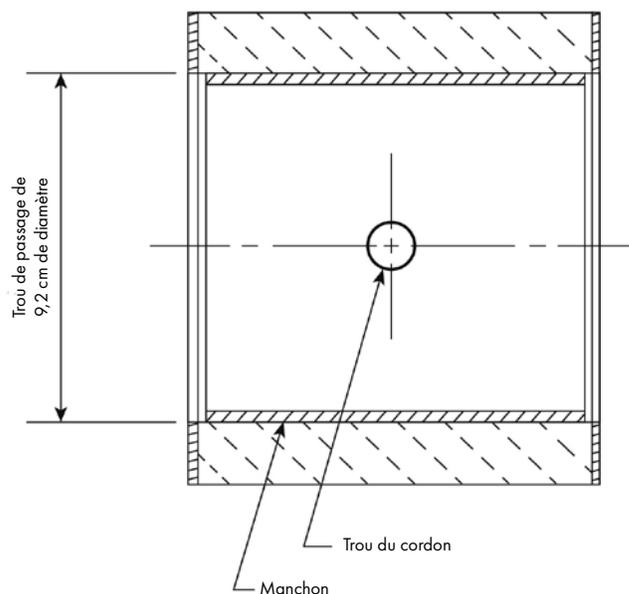

Fig. 1
2. Marquer un cercle de 13 cm de diamètre à l'endroit sélectionné et marquer le centre. Ceci pour s'assurer que la bride à persiennes s'adaptera à l'emplacement choisi. En utilisant le même centre, découper un trou de 9,2 cm de diamètre à travers le panneau (Figure 1).